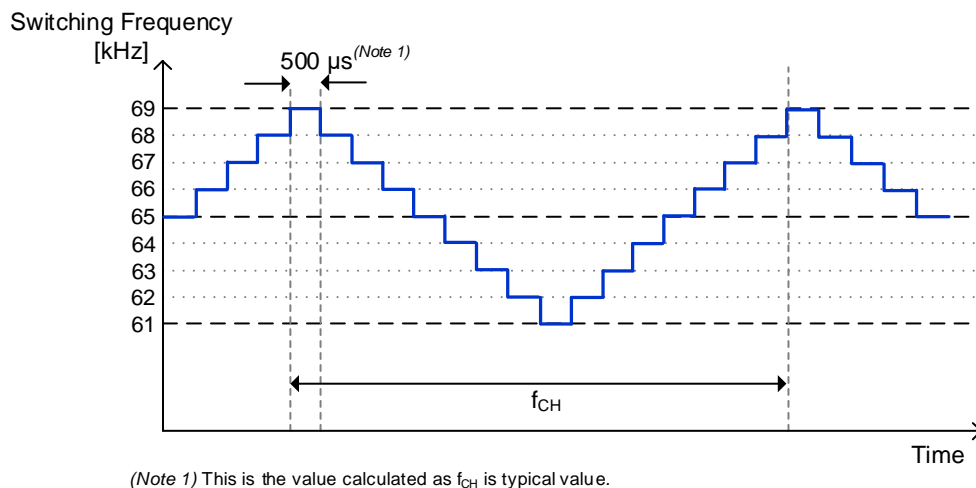

Figure 6. Frequency Hopping Function
- 内部発振器により、スイッチング周波数は  $f_{sw1}$  に固定されています。周波数ホッピング機能を内蔵しており、スイッチング周波数は Figure 6 に示すように変動します。ホッピング変動周期は  $f_{CH}$  です。